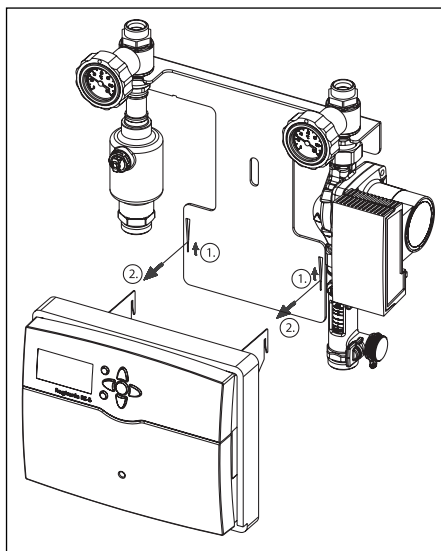

Fig. 16 Smontaggio della centralina
- Separare il regolatore del gruppo solare, come nella Fig. 16.